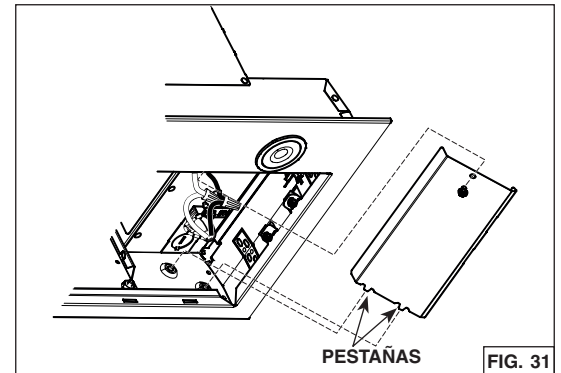

FIG. 31
2. Vuelva a colocar la tapa del compartimiento eléctrico; asegúrese de que las pestañas de la parte inferior estén insertadas en su ubicación sobreelevada. Sujetarla a la campana usando su tornillo de sujeción (FIG. 31).